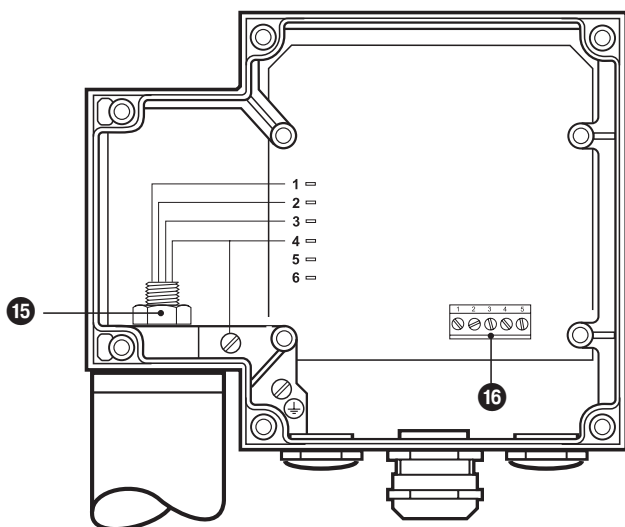

Рис. 12
2. Ослабить гайку **15** гаечным ключом, размер 19. Не отвинчивать! **Рис. 12**